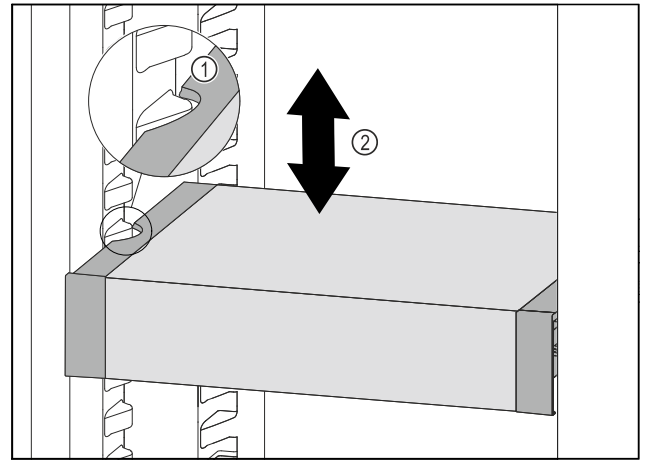

Fig. 78
- ▶ VarioSafe w chłodziarce przesunąć w górę lub w dół, aż zostanie osiągnięta żądana wysokość. Fig. 78 (2)